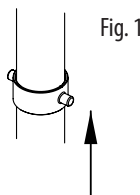

Fig. 1
1. Faire glisser la bague de pivot au fond du vérin. La bague doit s'ajuster exactement dans le fond du vérin. (Figure 1)